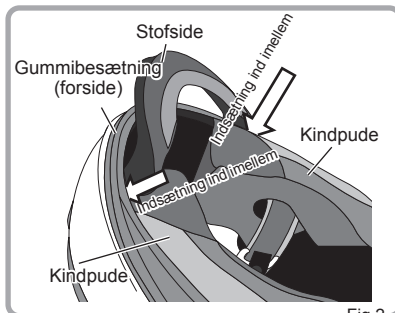

Fig. 2
2. Som vist i fig. 2 drejes hjelmen rundt, og vindklappen Wind Shutter-2 fastgøres på forsiden (kindområdet) på hjelmen. Når dette gøres, indføres mellemføret på begge sider af vindklappen Wind Shutter-2 ind imellem forsiden af kindpuden og gummibesætningen.